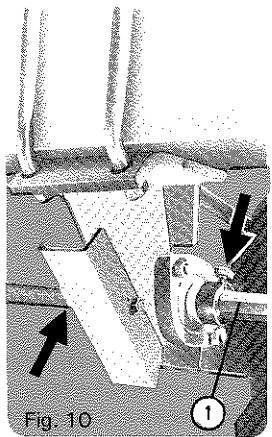

Fig. 10
- L'axe hexagonal inférieur ⑨ se bloque en position par les 2 vis des paliers de blocs roues (fig. 10).
- The lower hexagonal shaft ⑨ is locked in position with the bolts of the bearings of the drive wheel blocks (fig. 10).
- Die untere Sechskantwelle wird durch die Schrauben die an den Lägern der Radhalter befestigt sind (Abb. 10), blockiert.